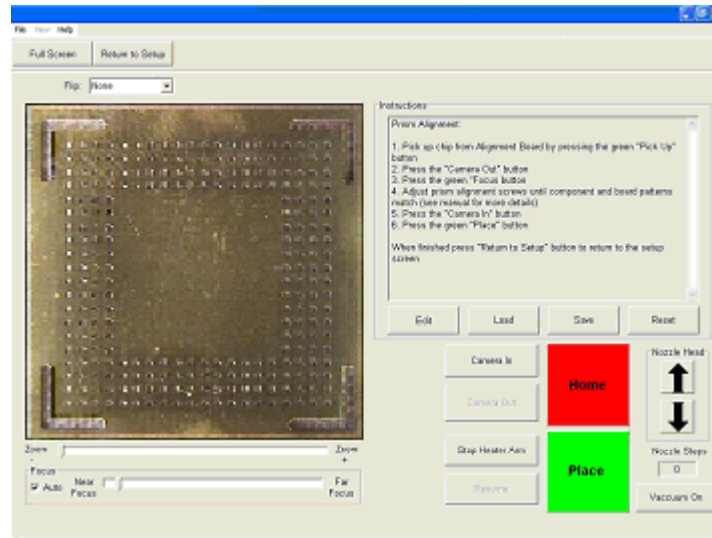

Figure 12
11. L'image apparaissant dans la fenêtre doit être alignée comme dans l'exemple de la figure 12.
- xiv. Cliquez une nouvelle fois sur le bouton vert pour passer à l'écran d'alignement et abaissez le composant au point de focalisation. (Figure 12)